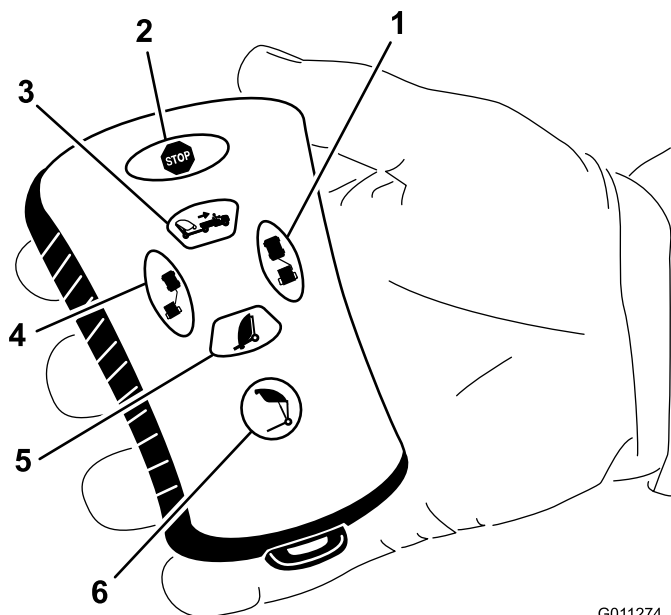

Bild 25
- Drücken Sie die Taste zum Entleeren des Füllkastens (Bild 25).
- Drücken Sie dann die Taste für einen Versatz nach links (Bild 25).
- Drücken Sie dann die Taste für einen Versatz nach rechts (Bild 25).
Halten Sie dann die Taste zum Entleeren des Füllkastens gedrückt (Bild 25).
- Drücken Sie die Taste zum Absenken der Kehrmaschine, um den Füllkasten abzusenken (Bild 25).